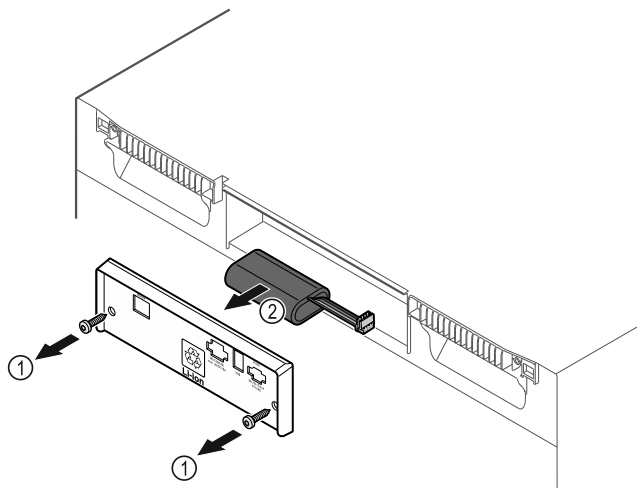

Fig. 180
► Schroeven eruit draaien en het afdekplaatje aan de achterkant van het apparaat verwijderen Fig. 180 (1).
► Batterij ontkoppelen en verwijderen Fig. 180 (2).